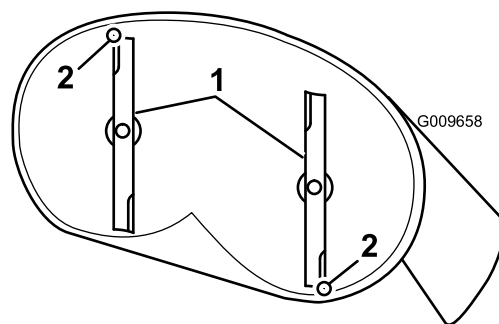
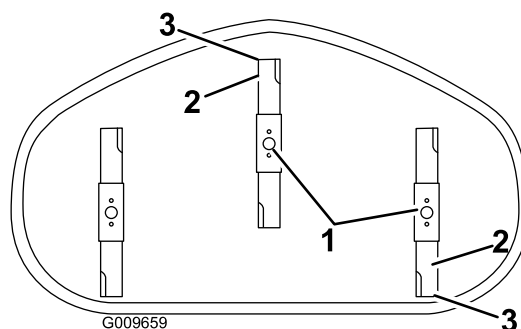

Figura 49
Figura 50
4. Gire cuidadosamente las cuchillas colocándolas en el sentido de avance de la máquina (Figura 49 y Figura 50).
5. Mida entre la punta de la cuchilla delantera y la superficie plana y entre la punta de la cuchilla trasera y la superficie plana (Figura 49 y Figura 50). Si la punta de la cuchilla delantera no está entre 1,6 y 7,9 mm (1/16 y 5/16 pulgada) más baja que la punta de la cuchilla trasera, ajuste la contratuerca delantera.
- Compruebe la inclinación longitudinal de nuevo después del ajuste. Siga ajustando la tuerca hasta que la punta de la cuchilla más avanzada esté entre 1,6–7,9 mm (1/16 y 5/16 pulgada) más baja que la punta de la cuchilla más atrasada (Figura 49 y Figura 50).